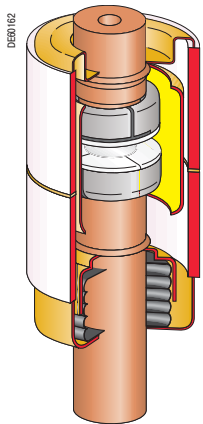

Рис. 5. Дугогасительная камера 20 кВ с внутренними витками токопровода
- либо витками, интегрированными в структуру контактов (рис. 5), для уровня напряжения 20 кВ.